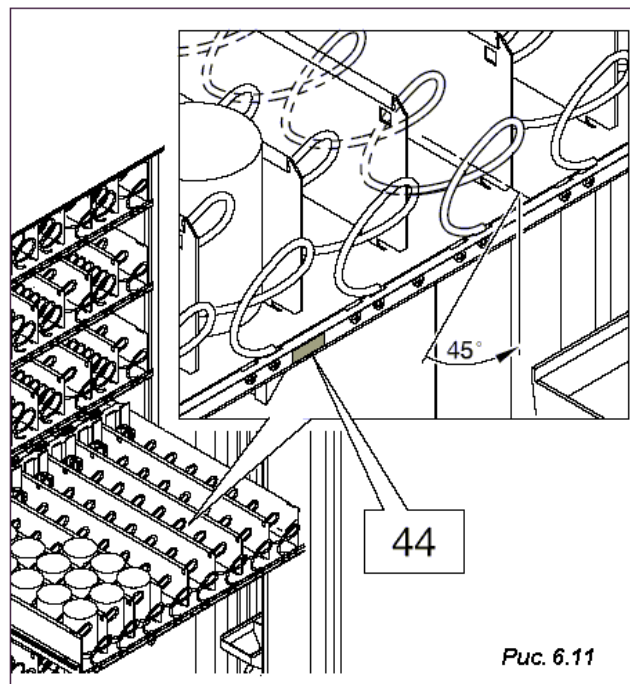

Рис. 6.11
- Каждую спираль можно поворачивать на 45° (Рис.6.11), стараясь найти идеальную позицию для каждого типа товаров. Для уточнения обратитесь к соответствующему разделу.
- Этикетки с указанием номера каждого товара и соответствующей цены следует вставить в специально предусмотренные для этого направляющие, как показано на Рис. 6.11. Номера товаров приведены в Разделе 9.2.3 ("Изменение количества спиралей в контейнере").